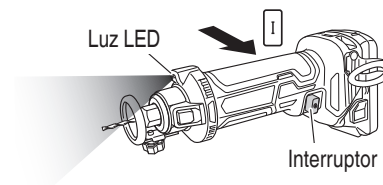

Fig. 13
3. Cómo usar la luz LED (Fig. 13)